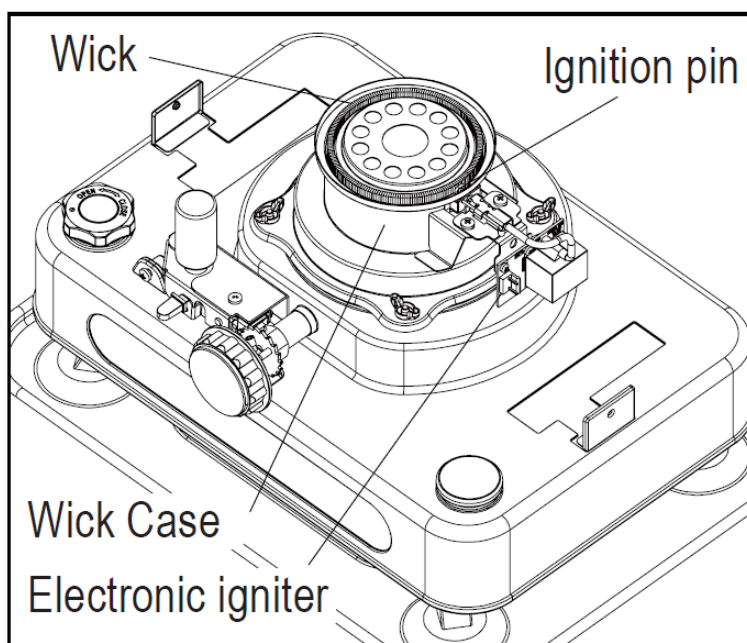

Bild 4.
3. Rör inte tändstiftet med handen eller något elektriskt ledande föremål under tändningen (bild 4). Det kan leda till brännskador eller elektriska stötar.